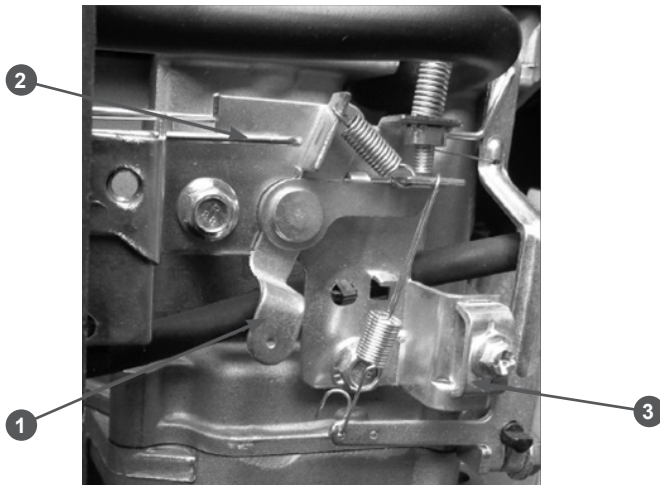

Рис. 3 Панель управления
1. Открутите болт скобы крепления троса газа и снимите скобу 3 крепления троса газа (Рис. 3).
Положение «1» - при переводе рычага газа в это положение рычаг 1 управления оборотами двигателя на панели управления двигателя нажимает на тягу 2 управления воздушной заслонкой до упора (Рис. 3). При этом воздушная заслонка карбюратора полностью закрывается.
Положение «2» - при переводе рычага газа в это положение рычаг 1 управления оборотами двигателя на панели управления двигателя не должен нажимать на тягу 2 управления воздушной заслонкой (Рис. 3). При этом двигатель работает на максимальных оборотах.